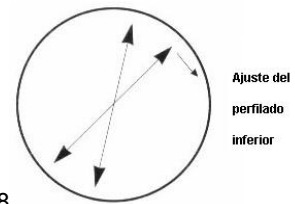

fig. 18
- g) Asegúrese que la piscina es redonda antes de empezar el siguiente paso (fig. 18).